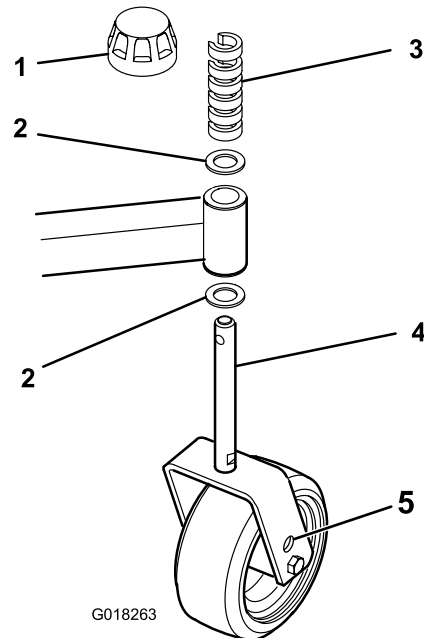

Figura 18
6. Regolate gli spessori, davanti o dietro i bracci delle ruote orientabili, per ottenere il passo corretto dell'apparato di taglio (Figura 18).